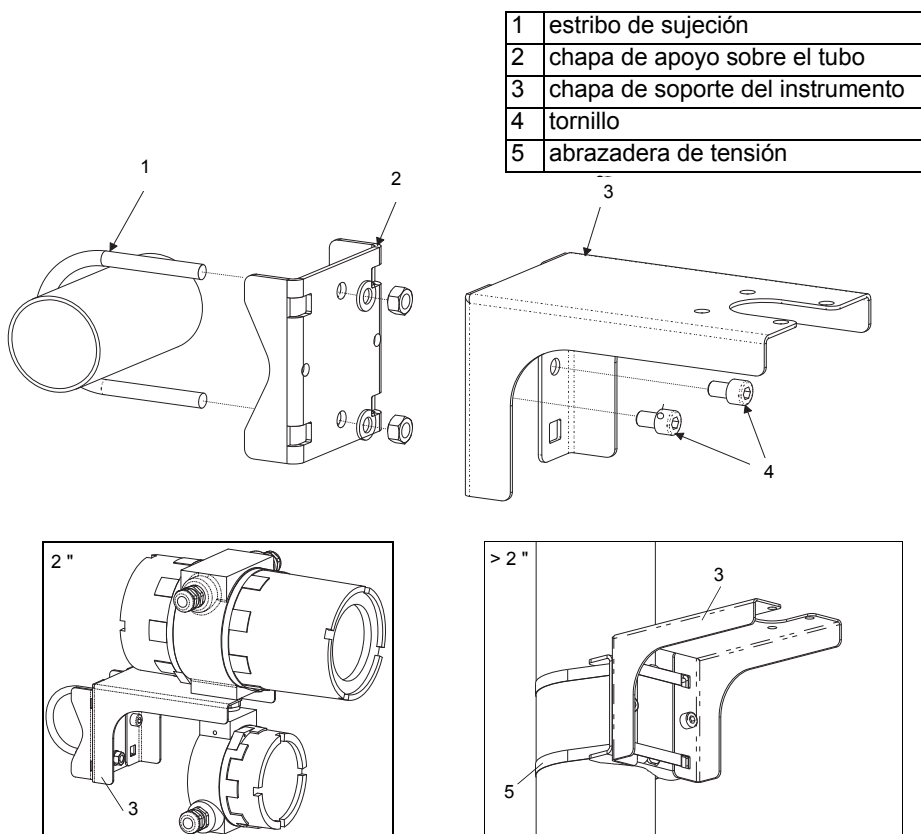

Fig. 6.1: Juego de montaje en tubo
- Fijar el lado inferior de la caja superior en la chapa de soporte del instrumento (3) (véase Fig. 6.1).
- Fijar la chapa de apoyo sobre el tubo (2) en el tubo (véase Fig. 6.1).
- Fijar la chapa de soporte del instrumento (3) con los tornillos (4) en la chapa de apoyo sobre el tubo (2).
- Fijar la parte inferior de la caja superior en la chapa de soporte del instrumento (3).
En lugar del estribo de sujeción se usarán abrazaderas de tensión para fijar el juego de montaje en el tubo (véase Fig. 6.1). Hacer pasar las abrazaderas de tensión (5) a través de los agujeros de la chapa de soporte del instrumento (3).